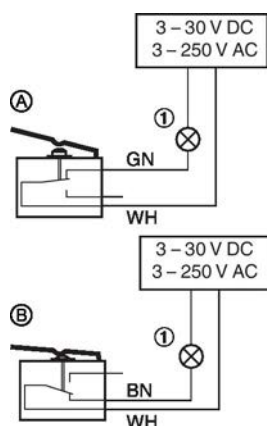

Fig. 65: Câblage pour interrupteur fin de course, exemple
- Les interrupteurs de fin de course doivent être raccordés suivant l'exemple de câblage ci-contre. Voir la Fig. 65